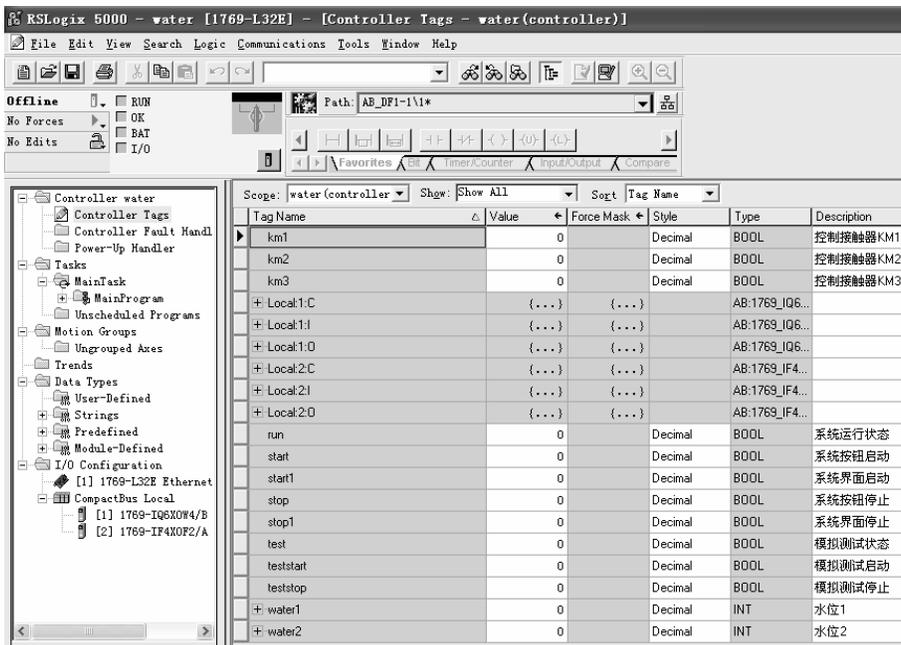

图 1.46 PLC 参数设置
(1) 参数的设定。在 Controller Tags 参数目录下，定义需要的参数，具体设置如图 1.46 所示。